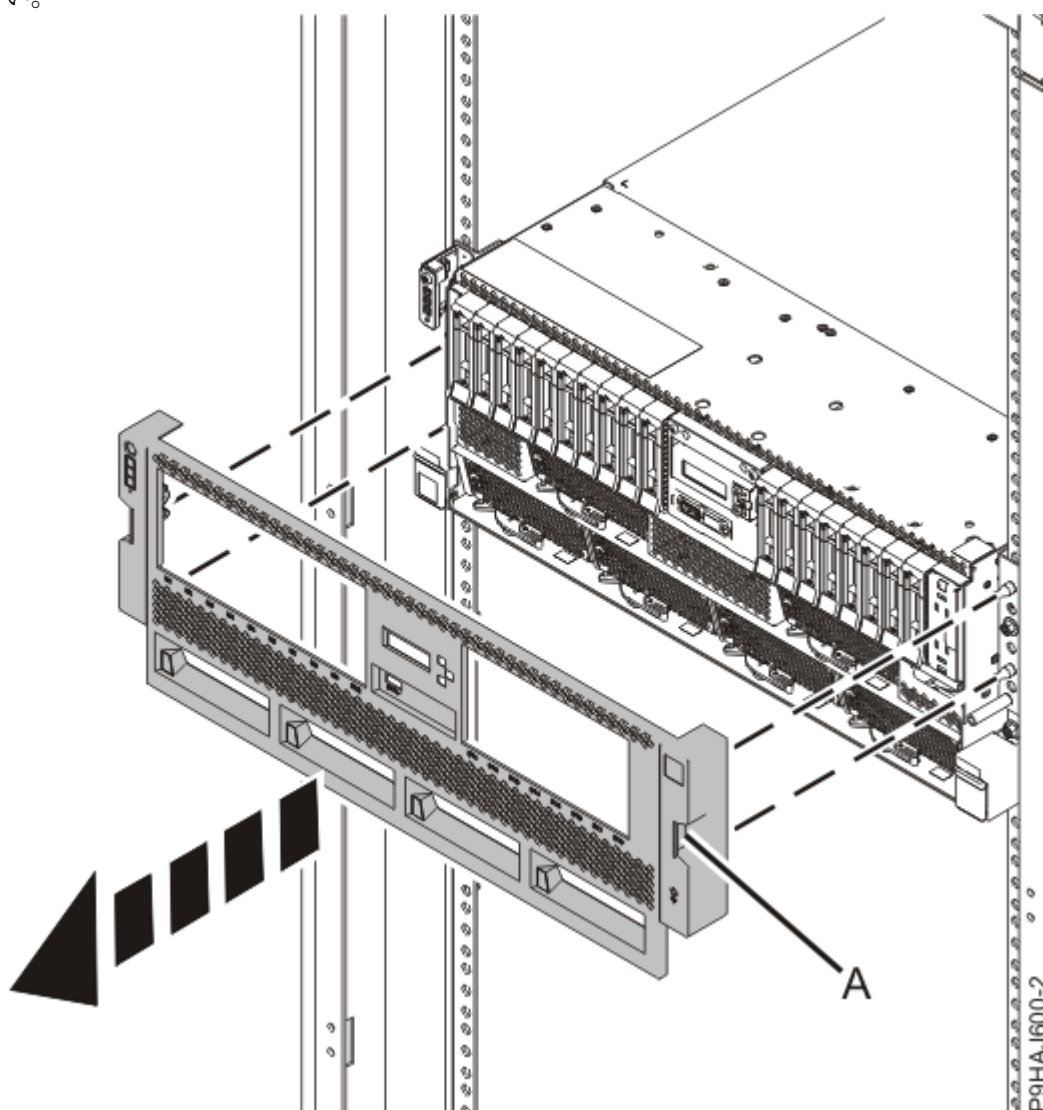

図 97. 前面カバーの取り外し
5. ラック・マウント型システムの場合は、前面カバーを引いてシステムから取り外します。カバーには、より簡単につかむことができるくぼみ **(A)** があります。102 ページの図 97 を参照してください。